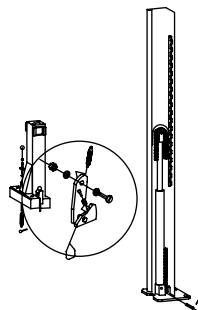

Рисунок 7 – Крепление каретки к цепи
- Установите цилиндры. Опустите цилиндр в каждую каретку по центру опорной плиты. Убедитесь, что пятка и необходимый адаптер на основании цилиндра вписались в центральное отверстие опорной плиты. Наденьте цепь на шкивы на вершинах цилиндров (рис. 7).